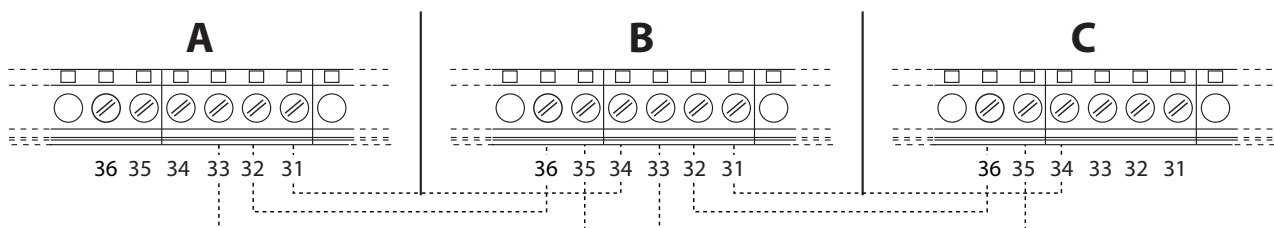

рис. 56- Каскадное подключение
1. Подключите модули, как показано на рис. 56 (пример с 3-мя модулями)
В противном случае перекройте электрическое питание и проверьте кабельные соединения в рис. 56.